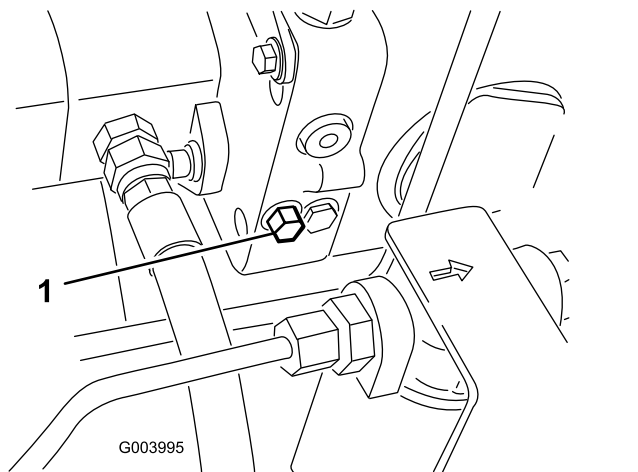

Figura 62
1. Localizați supapa de bypass pe partea stângă a hidrostatului (Figura 62).